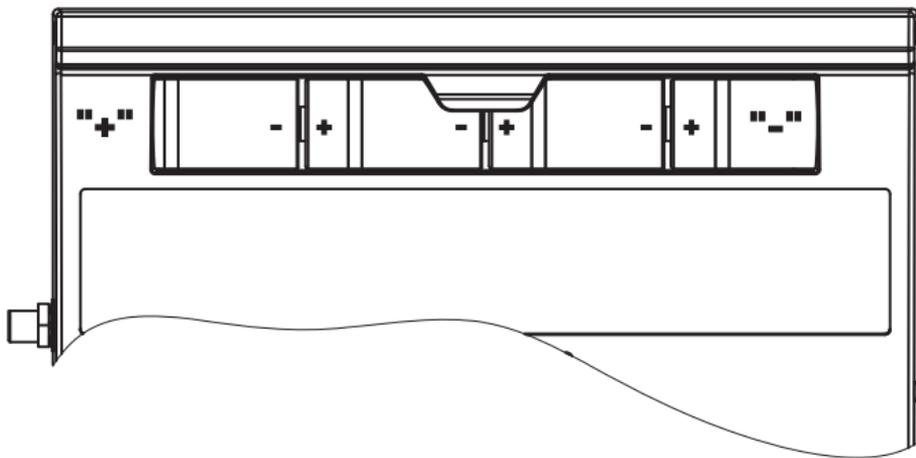

Рис. 16. Схема установки элементов питания.
6. Установите, если необходимо, элементы питания резервного источника в отсек в верхней части корпуса Прибора. При установке элементов питания соблюдайте полярность. (рис. 16)